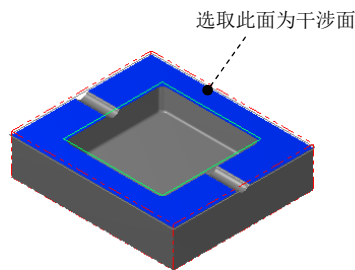

图 11.29 选取干涉面
(2) 单击 **检测** 区域中的  按钮，选取图 11.29 所示的面为干涉面，然后按 Enter 键。单击“刀具路径的曲面选取”对话框中的  按钮，系统弹出“曲面精加工平行铣削”对话框。